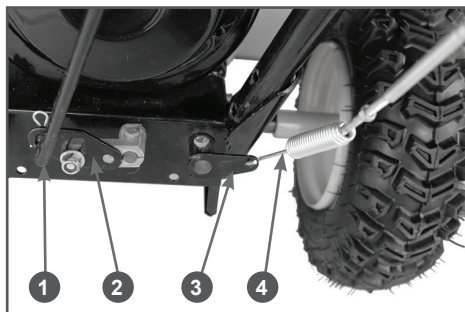

Рис. 7 Установка тяги переключения передач и троса включения шнеков
6. Установите тягу 1 от рычага переключения передач в кронштейн 2 оси переключения передач и зафиксируйте ее шплинтом (Рис. 7). Соедините пружину 4 троса включения шнеков с кронштейном 3 оси включения шнеков (Рис. 7).